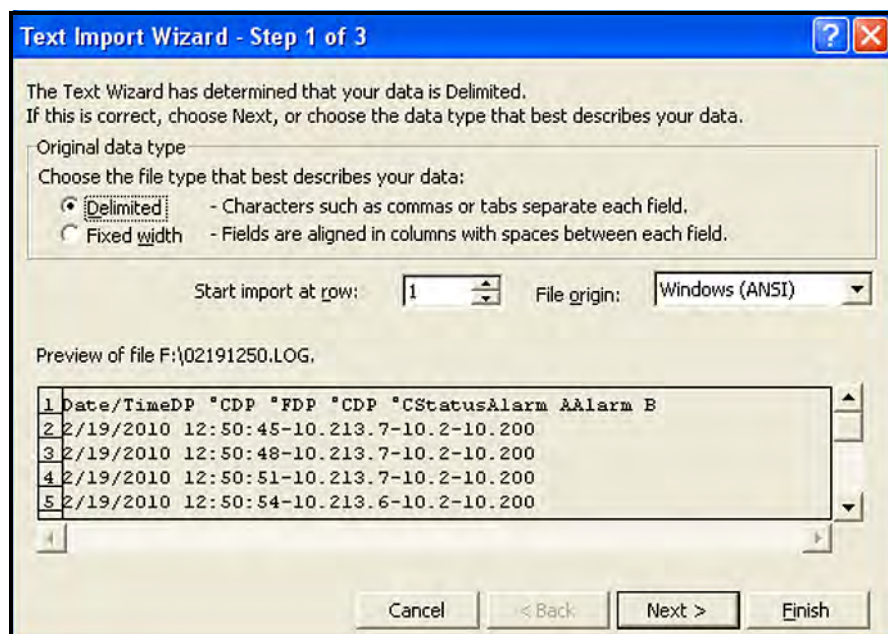

Abbildung 59: Import-Assistent von Microsoft Excel – Schritt 1
1. Stellen Sie sicher, dass der Dateityp auf *Alle Dateien* gesetzt ist und öffnen Sie die ausgewählte Protokolldatei, indem Sie auf den Dateinamen doppelklicken. Daraufhin wird ein Fenster wie in *Abbildung 59* unten geöffnet.